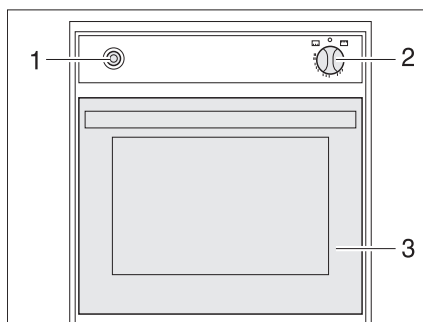

Fig. 130 Horno de gas
- Abrir la puerta del horno (Fig. 130,3) completamente.
- Presionar ligeramente el regulador giratorio (Fig. 130,2) y ponerlo en "horno" o "GRILL" (grill).
- Presionar el regulador giratorio (Fig. 130,2) y mantenerlo presionado por 5 a 10 segundos. El gas circula hacia el quemador.
- Presionar el interruptor de encendido (Fig. 130,1) tantas veces como sean necesarias para que arda la llama.
- Girar el regulador giratorio (Fig. 130,2) a "O". La llama se apaga.